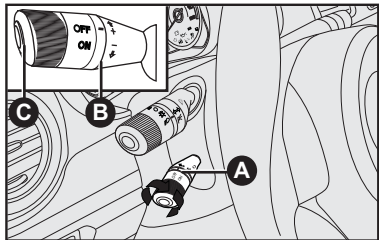

fig. 48
- Comandos - fig. 48
O piloto automático é comandado pela alavanca **A-fig. 48**.
A extremidade da alavanca **A-fig. 48** pode assumir duas posições:
Um breve toque na alavanca **B-fig. 48**, para cima (+) permite aumentar a velocidade memorizada.
Um breve toque na alavanca **B-fig. 48**, para baixo (-) permite diminuir a velocidade memorizada.
A cada acionamento da alavanca **B-fig. 48** a velocidade aumenta ou diminui cerca de 1 km/h.
Após o desligamento automático do dispositivo, o botão **C-fig. 48** permite restabelecer a velocidade memorizada.
ATENÇÃO: girando a chave da ignição na posição **STOP**, ou a extremidade da alavanca **A-fig. 48** na posição **OFF**, a velocidade memorizada é cancelada e o sistema desligado.
A extremidade da alavanca **A-fig. 48** pode ser deixada constantemente na posição **ON** sem danificar o dispositivo. No entanto, recomenda-se desativar o dispositivo quando o mesmo não for utilizado, girando o comutador na posição **OFF** para evitar memorizações acidentais de velocidade.
- girar a extremidade da alavanca **A-fig. 48** em **ON** e pisando no pedal do acelerador, levar o veículo à velocidade desejada;
- pressione o botão **C-fig. 48**.
- posicionando a alavanca **A-fig. 48** de modo momentâneo em (+).
- posicionando a alavanca **A-fig. 48** em (-) até o alcance da nova velocidade de que permanecerá automaticamente memorizada.
Girar a extremidade da alavanca **A-fig. 48** em **OFF** ou a chave de ignição na posição **STOP**.